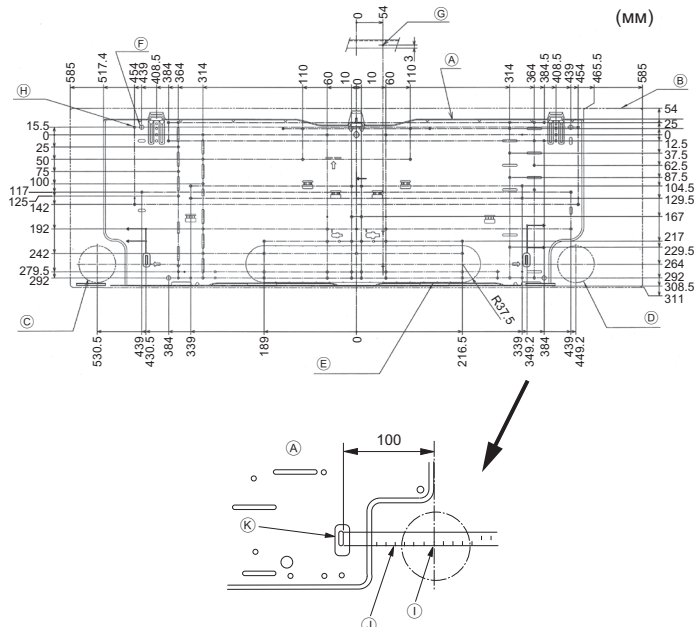

Рис. 3-2
■ PKFY-P-VKM-E (Рис. 3-2)
- A Монтажная плита ①